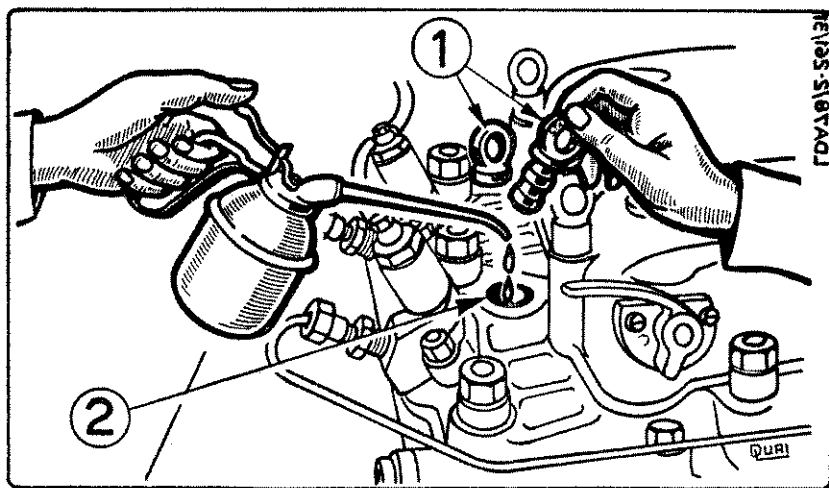

Fig. 11 - PREPARAZIONE PER L'AVVIAMENTO IN CLIMA RIGIDO
c) Avviamento del motore in clima rigido (Fig. 11).